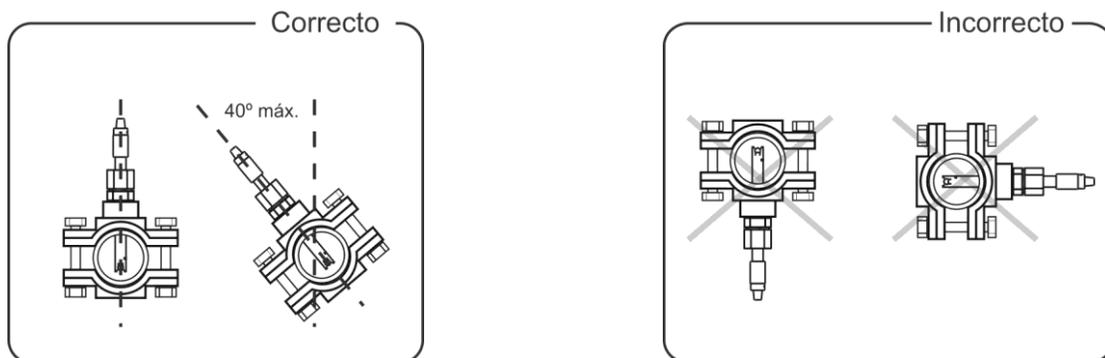

Fig. 9
- **Instalar siempre los sensores de pH/ORP preferiblemente en posición vertical o con una inclinación máxima de 40º (Fig. 9).**